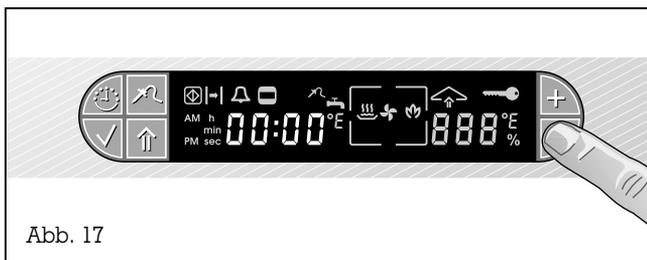

Abb. 17
- Betätigen Sie die Taste - (Abb. 17).